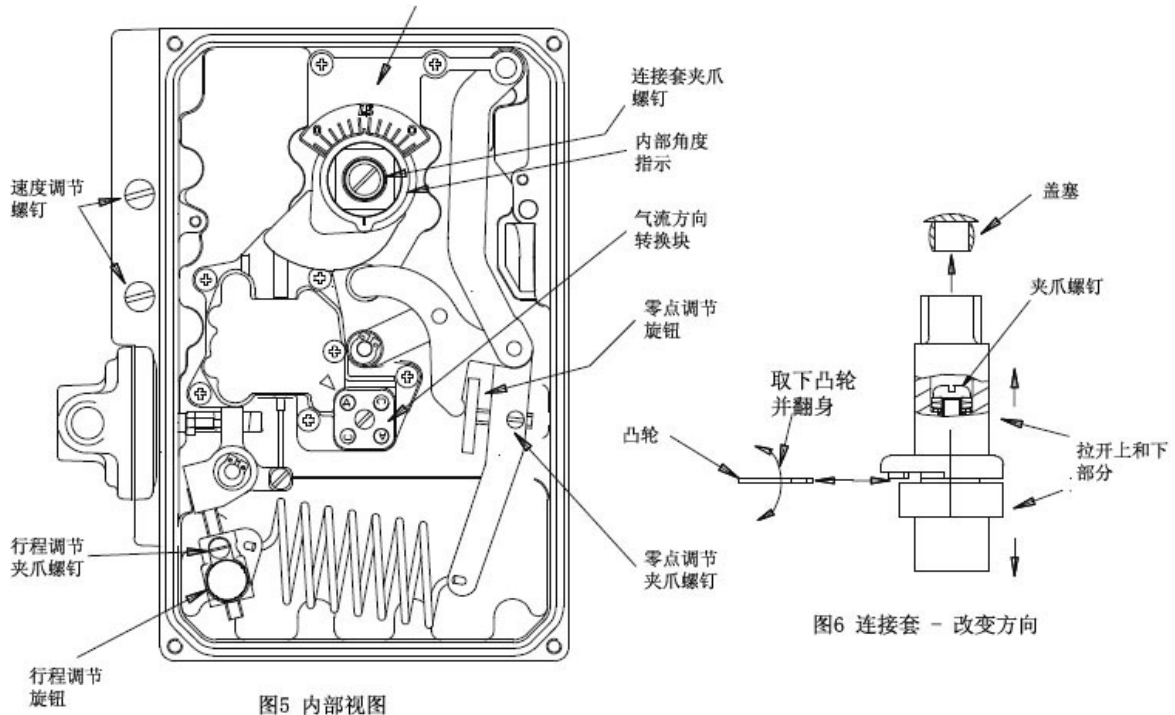

图6 连接套 - 改变方向
4.1.3 把连接套的两部分充分拉开，按图 6 把凸轮从其固定销上取出。把凸轮翻身后再压回原来的槽并固定在销子上。
6.1.4 观察信号上升时凸轮的移动方向和反馈钢带已正确装入连接套下半部分的带标记槽内（C 和 A 分别代表顺时针和逆时针）。如果方向不是所要求的，参考 6.2 节。如果正确，用一个手把连接套和反馈组件放到旋转气缸的方头上，用另一个手拉回该机构和二个 DIN 插头接线（参考图 6）。如果旋转气缸被正确定位在中间行程位置，凸轮碰头将接触凸轮行程的中间位置。